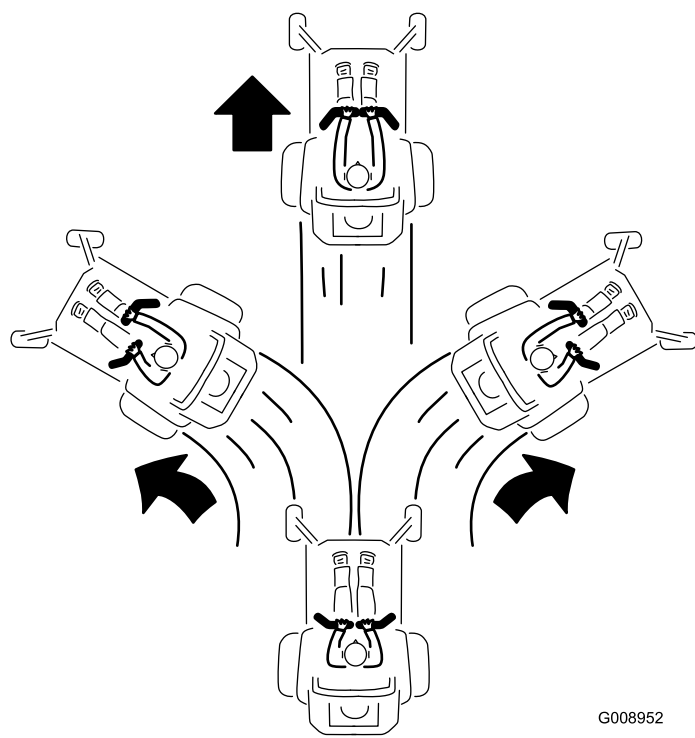

Figura 24
3. Para andar para frente empurre as alavancas de controlo do movimento lentamente para a frente (Figura 24).